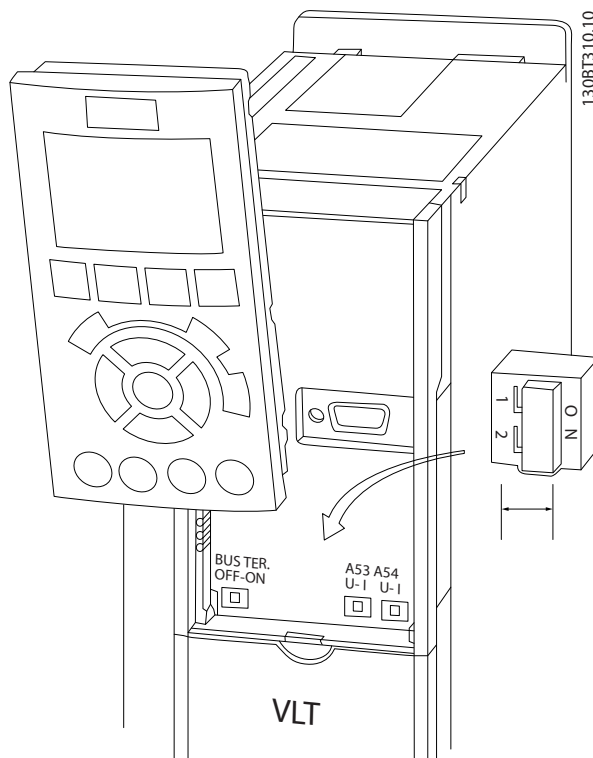

Bild 2.26 Placering av brytarna för plint 53 och 54
- Brytarna blir tillgängliga när LCP:n har tagits bort (se Bild 2.26). Observera att vissa tillvalskort som är tillgängliga för enheten kan sitta över brytarna och måste tas bort för att du ska kunna ändra inställningen för brytarna. Koppla alltid bort strömmen till enheten innan du tar bort tillvalskortet.